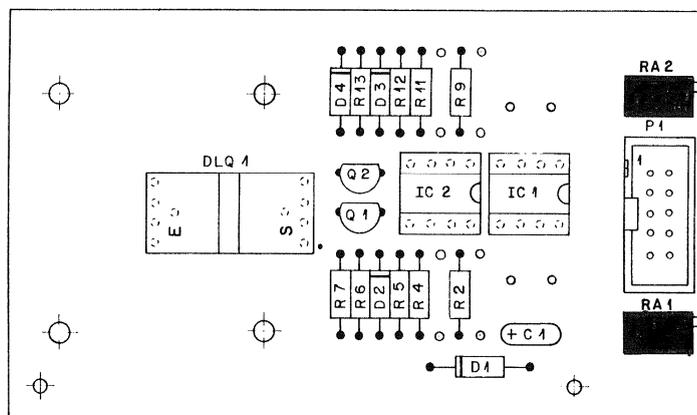

Fig. 10 Move Sensor Board 1.820.770.82
- Mit RA1 und RA2 abgleichen, Fig. 10.